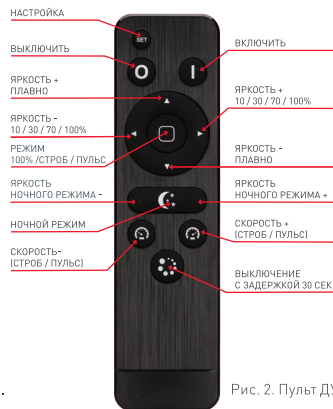

Рис. 2. Пульт ДУ.
- 3.9. Проверьте управление диммером. Назначение кнопок пульта ДУ показано на Рис.2.